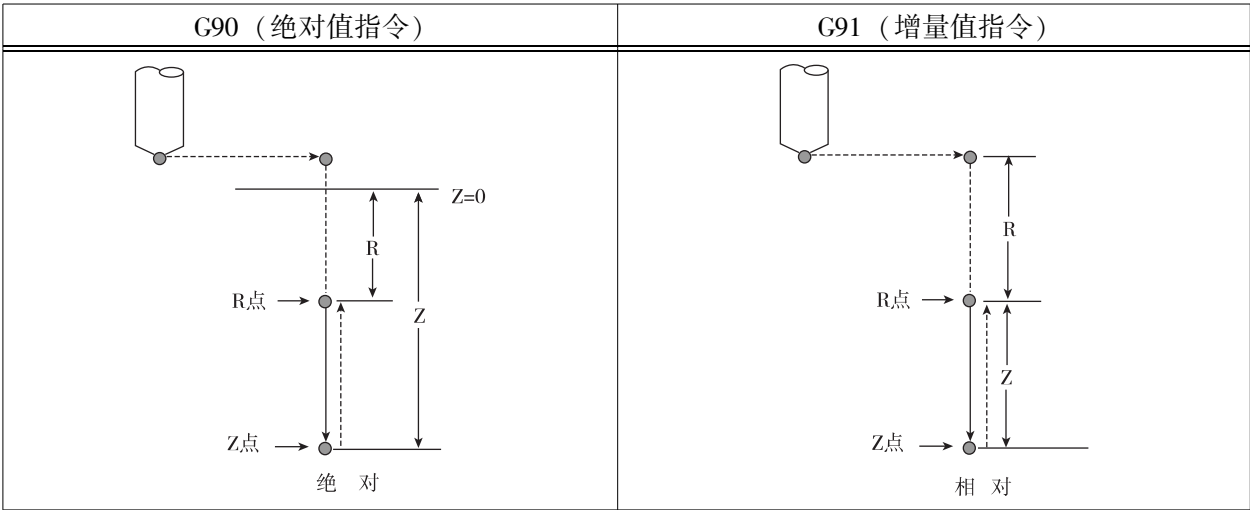

图 13.1 (B) 固定循环的绝对值指令和增量值指令
(A) G90, G91 相对应的数据给出方式是不同的，如图 13.1 (B) 所示。
(B) 在返回动作中，根据 G98 和 G99 的不同，可以使刀具返回到初始点平面或 R 点平面。指令 G98 和 G99 的动作如图 13.1 (C) 所示。